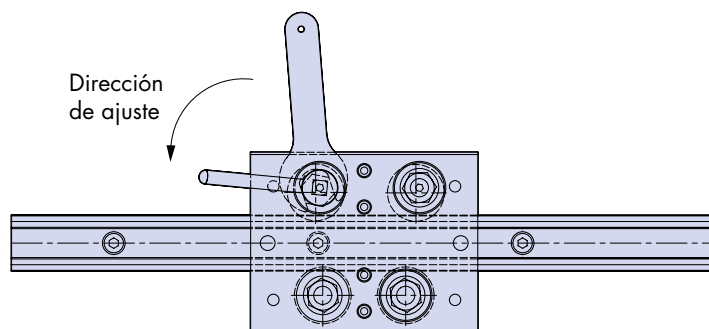

Figura 5.4 Dirección de ajuste del rodamiento.
5.4 Los agujeros offset de los rodamientos excéntricos en el carro necesitan ser ajustados a la dirección de la flecha que se indica en la figura 5.4. Para más información, consulte la 58 del catálogo PRT2.